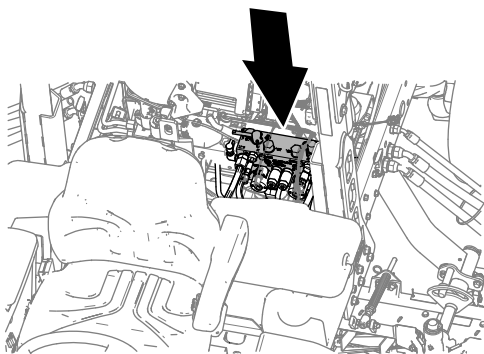

Figura 120
- Gire las palancas de autoafilado delantera, trasera o ambas a la posición R (autoafilado) (Figura 120).